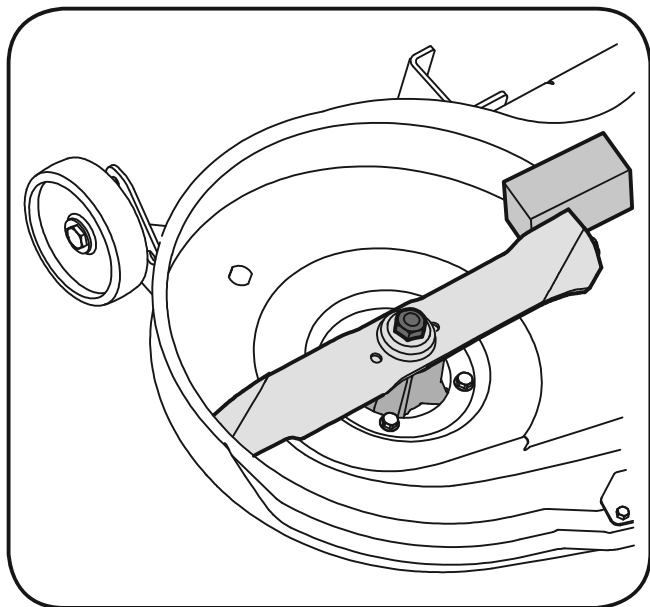

Figura 6-5
2. Coloque um pedaço de madeira prendendo a lâmina, de maneira que ela não gire. Ver figura 6-5.
3. Remova a porca que prende a lâmina ao eixo rotativo. Ver figura 6-5.